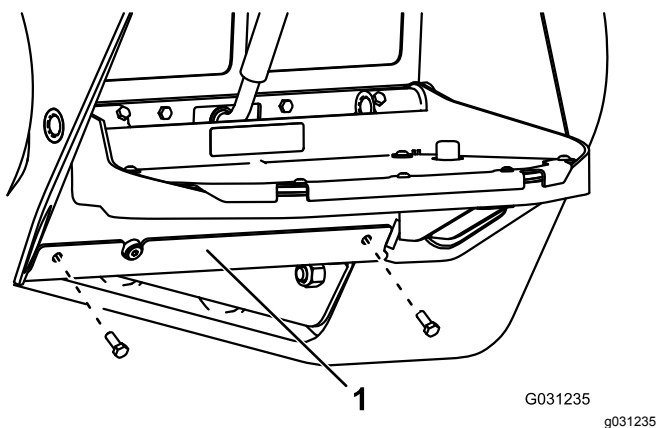

Рисунок 64
3. Выверните два болта крепления нижней планки (Рисунок 64).
7. Установите нижнюю планку (Рисунок 64).